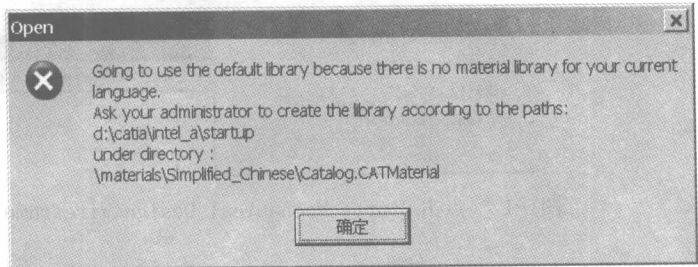

图 1-5 一个警告消息框
(2) 对直线赋予材料属性。在图上先点击选中直线，然后在工具栏内点击 Apply material 应用材料  图标，点击后，出现一个警告消息框，如图 1-5 所示。这是因为使用的是中文 Windows，而没有生成中文的材料库，读者可以根据提示生成，也可直接点击确定，使用程序默认的材料库，出现 Library (ReadOnly) 材料库的对话框，如图 1-6 所示。点击 Metal 金属制表栏，选择 Steel 钢。